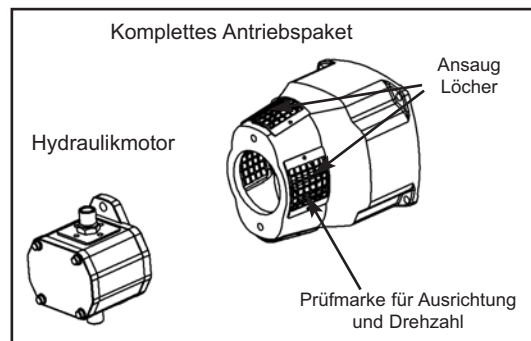

Abb. 6
1. Wenn der Kompressor hydraulisch angetrieben werden soll, kann Blackmer einen Standard-Antriebssatz für die direkte Montage des Motors oder der Hydraulikpumpe liefern. Ebenso ist bei Blackmer der Hydraulikmotor erhältlich ; siehe Abb. 6.
3. Wenn die Kupplungen ordnungsgemäß ausgerichtet sind, muss die Außenmuffe aus Plastik einen axialen Spielraum von 0,19 Zoll (5 mm) bei einer Drehung von 360° haben. Das können Sie nachprüfen, indem Sie die Prüfmarke entfernen ; siehe Abb. 6.